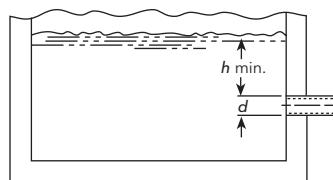

Figure 2
• S'assurer que le diamètre et la hauteur d'immersion de l'entrée du tuyau d'aspiration sont suffisants pour empêcher l'aspiration d'air par vortex (v. fig. 2 à 5).